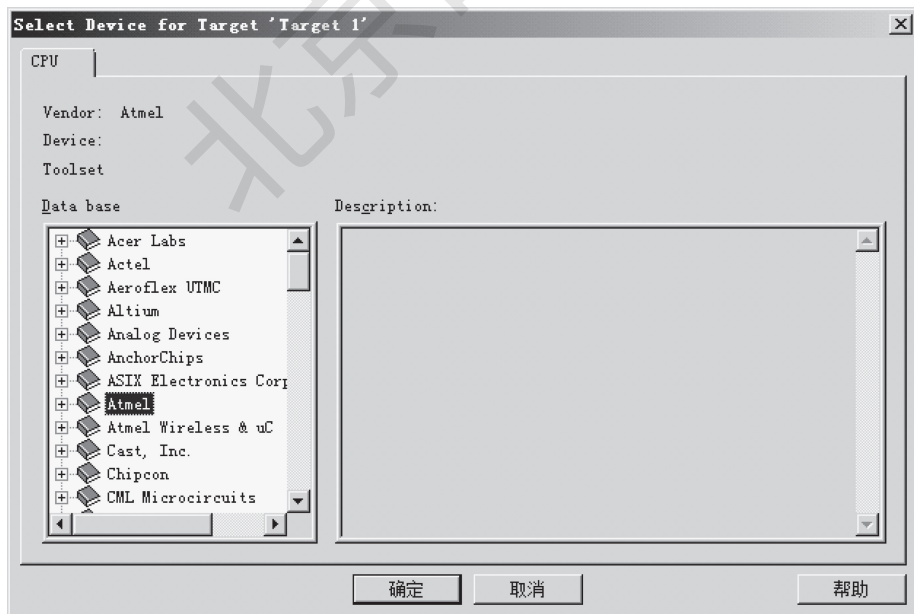
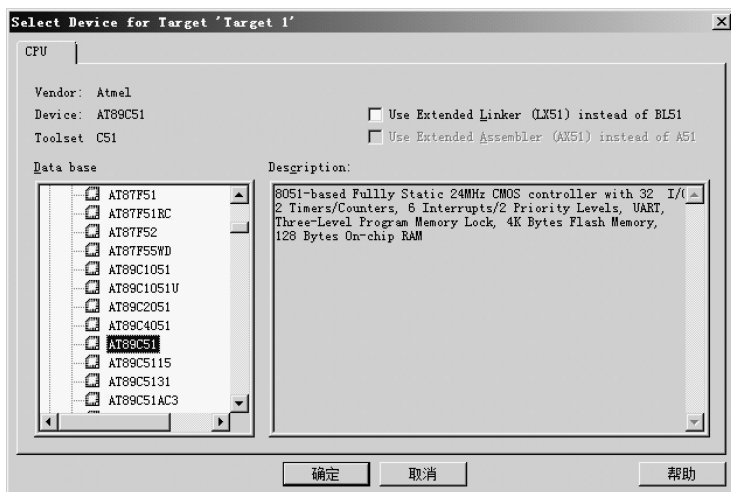

图 1-10 选择 CPU
图 1-11 选择 AT89C51
(3) 第三步：选择 CPU。紧接着，Keil C51 提示选择 CPU 器件。8051 内核单片机最早是由 Intel 公司开发的，后来其他厂商如 Philips、Atmel、Winbond 等先后推出其兼容产品，并在 8051 的基础上扩展了许多增强功能。在这里可以选择 Atmel 公司的一个器件“AT89C51”，该器件与 Intel 的 8051 单片机完全兼容。如图 1-10、图 1-11 所示。